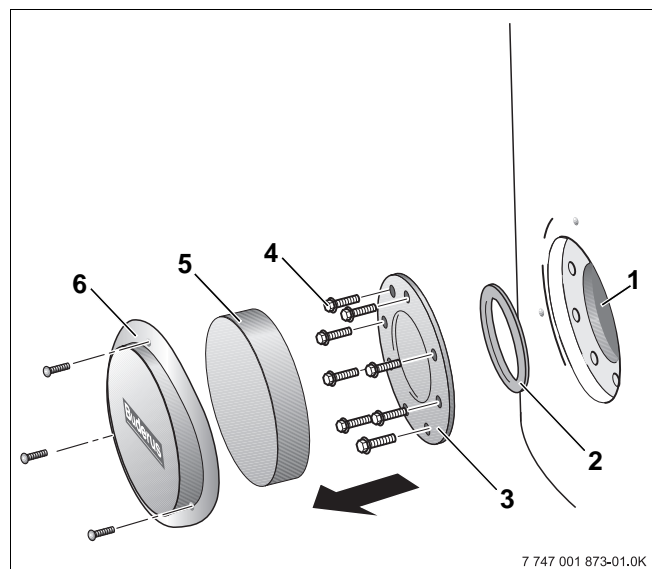

Рис. 11 Демонтаж крышки люка для чистки
- Отверните болты на крышке (рис. 11, [6]).
- Снимите крышку и теплоизоляционный элемент (рис. 11, [5]).
- Отверните болты (рис. 11, [4]), снимите крышку люка (рис. 11, [3]) и её уплотнение (рис. 11, [2]).